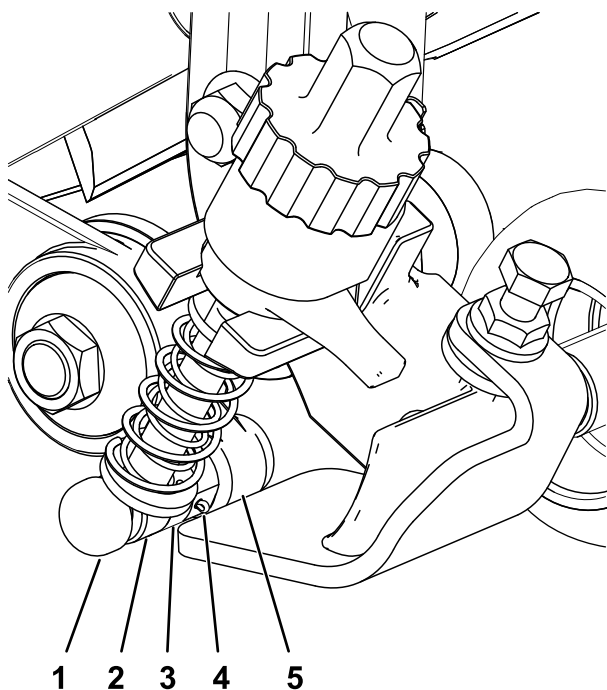

Figura 11
3. Sul lato del gruppo tendicinghia, allineate l'asta del braccio di regolazione della staffa dell'altezza di taglio al collare di regolazione sul gruppo tendicinghia e fissatela con un perno di regolazione e una coppiglia (Figura 11).